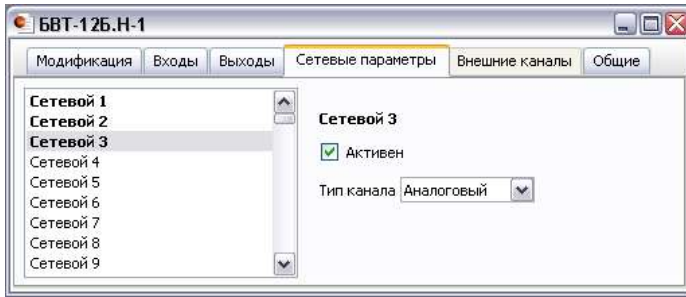

Рис. 12.13. Закладка «Сетевые параметры» окна файла конфигурации
2. В левой части данной закладки выбрать сетевой параметр для конфигурирования (рис. 12.13).
3. В левой части данной закладки выбрать внешний канал для конфигурирования (рис. 12.13).